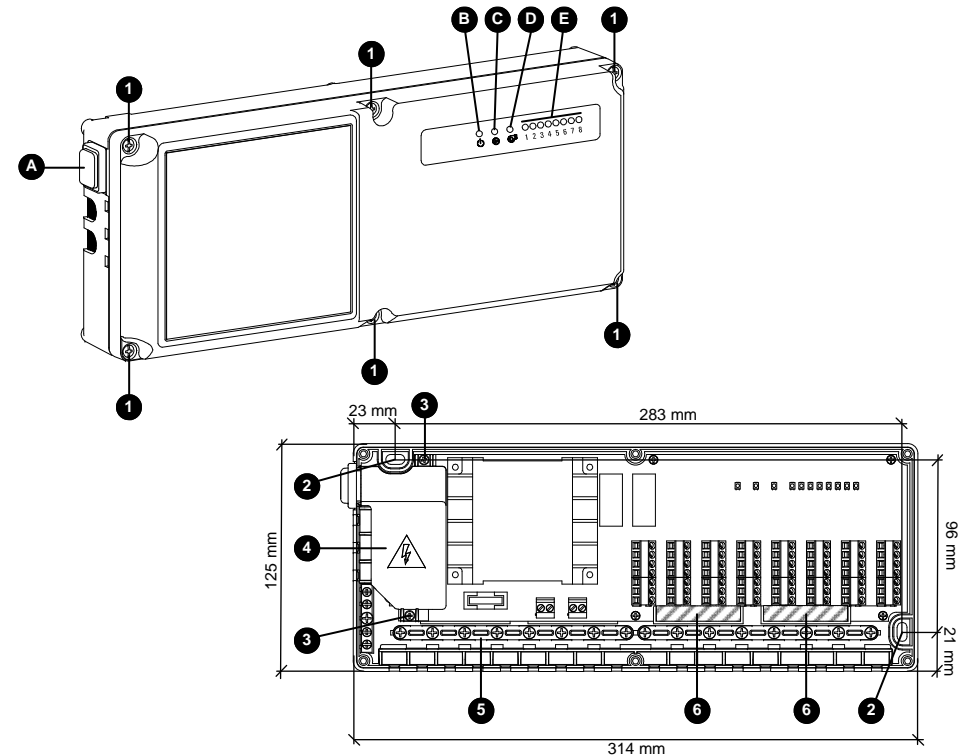

Fig. 1: Vista interna e parti meccaniche.
- Togliere le 2 viti indicate con ③ in Fig. 1 e rimuovere il coperchio copri morsettiere indicato con ④ in Fig. 1.
Rimuovere, con l'aiuto di un cacciavite, i tasselli della base, indicati in ⑥ di Fig. 1. A questo punto si possono far passare i cavi attraverso le aperture prodotte nella base fino a raggiungere i morsetti.
Led verde di alimentazione 'ϕ' (Ⓢ Fig. 1)
Led rosso attivazione uscita pompa 'Ⓢ' (Ⓢ Fig. 1)
Led rosso attivazione uscita caldaia 'Ⓢ' (Ⓢ Fig. 1)
Led di stato uscite attuatori '1..8' (Ⓢ Fig. 1)
Interruttore luminoso ON / OFF (Ⓢ Fig. 1)
L'interruttore luminoso posizionato sul fianco sinistro della centralina toglie tensione dalle uscite ma non isola le parti posizionate sotto il coperchio plastico Ⓢ di Fig. 1; in questo modo e' possibile accedere ai termostati ed agli attuatori durante l'installazione per la verifica e la eventuale ricerca di guasti.
- Togliere le 6 viti indicate con 1 in Fig. 1 e rimuovere il pannello frontale.
- Fissare la base del dispositivo alla parete utilizzando i due fori per viti indicati con 2 in Fig. 1.